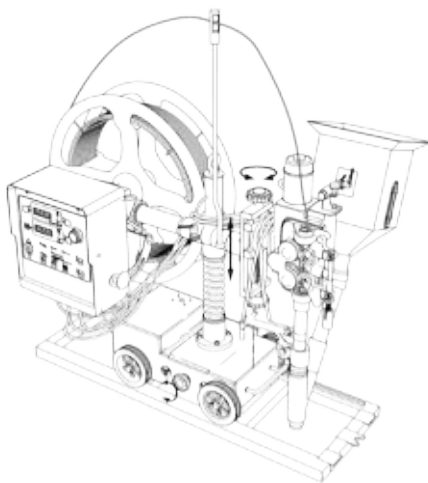

Рис. 8.7. Регулировка высоты сварочной головки.
6. Отрегулируйте высоту св. рочной головки с помощью регулировки высоты (см. рис. 8.7).